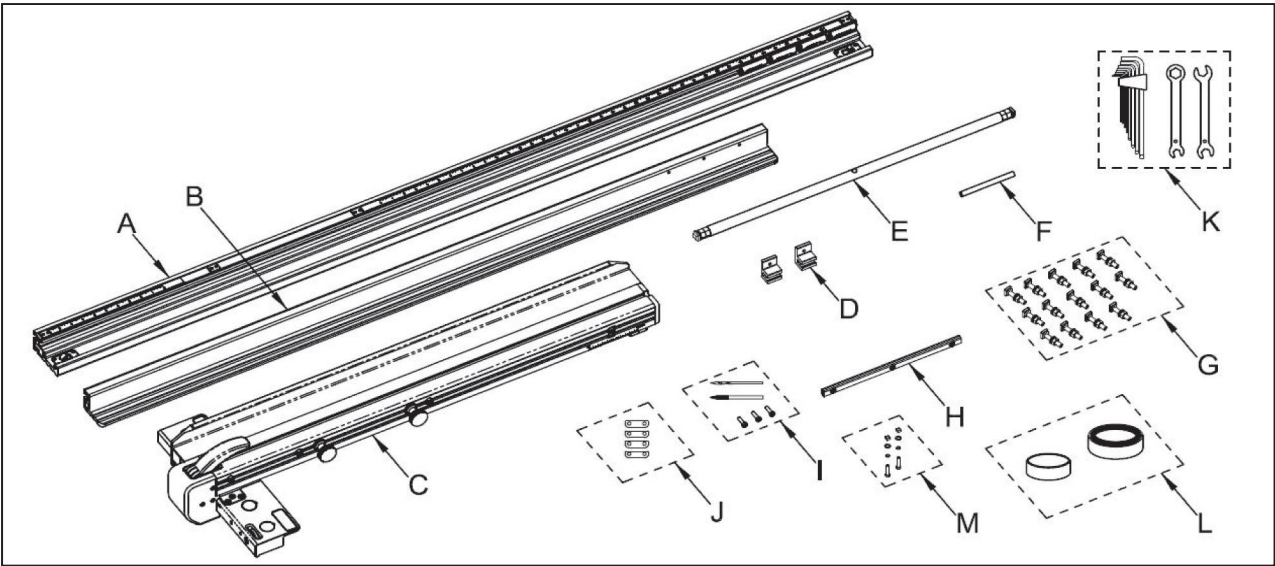
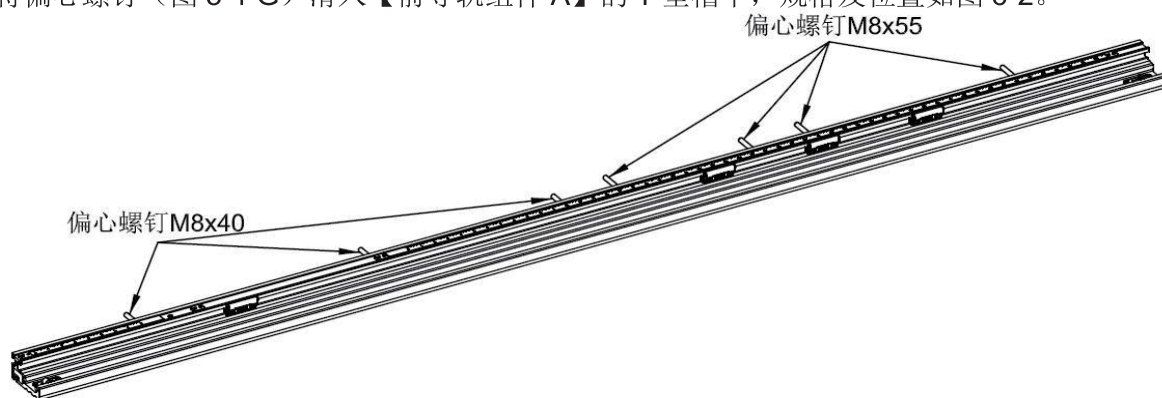
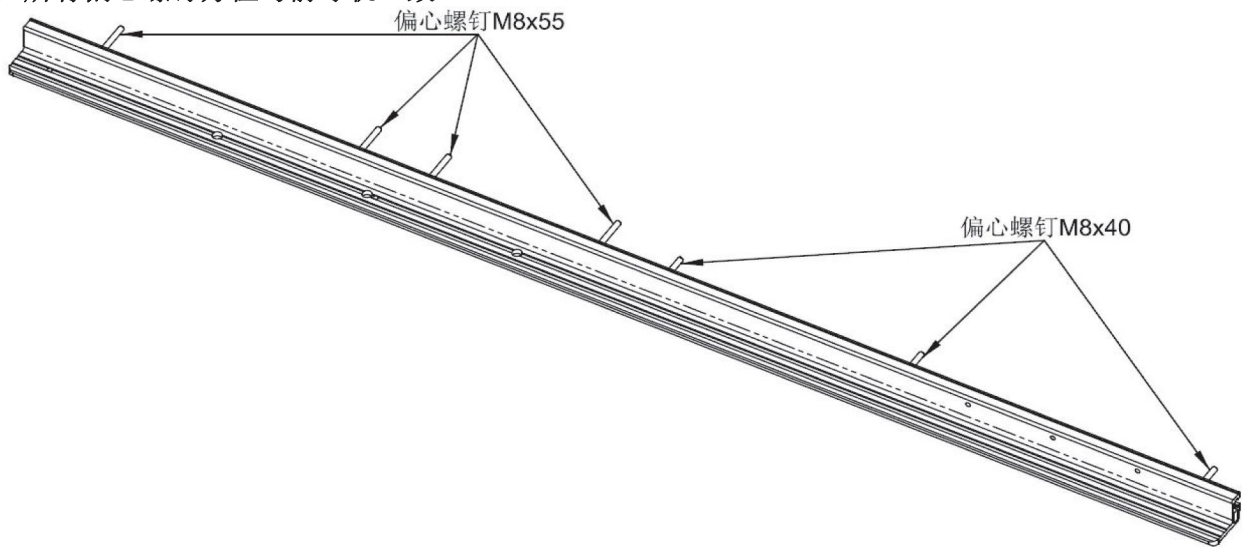
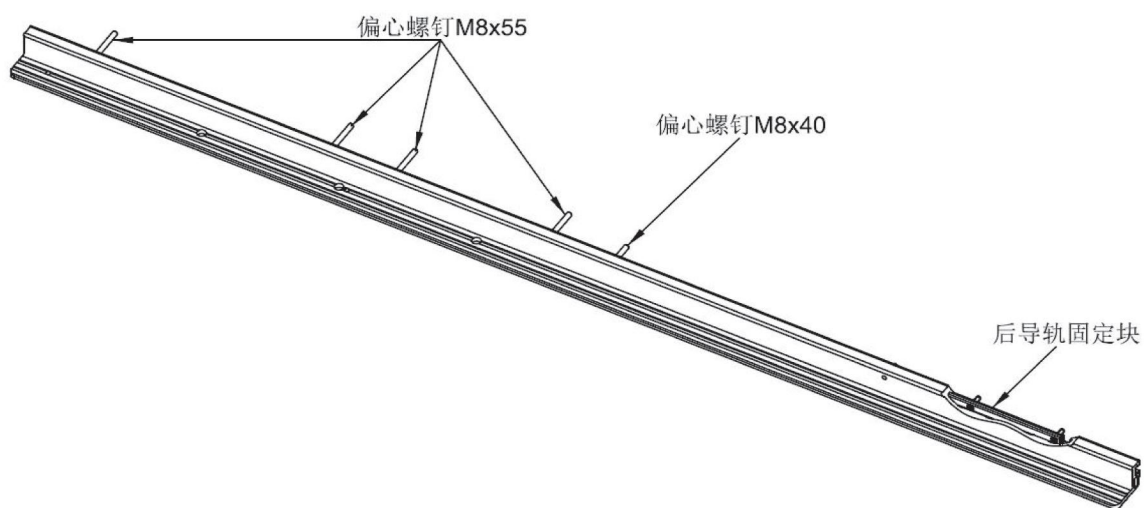

图 5-1
图 6-2
图 6-6
图 6-10
请参考图5-1和下方的清单，核对您的产品。
- (1) 将偏心螺钉（图 5-1 G）滑入【前导轨组件 A】的 T 型槽中，规格及位置如图 6-2。
(1) 将偏心螺钉（图 5-1 G）滑入【后导轨组件 B】的 T 型槽中，规格及位置如图 6-6。
(3) 将偏心螺钉（图 5-1 G）滑入【后导轨组件 B】的 T 型槽中，规格及位置如图 6-10。